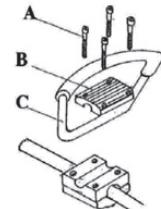

Рис. 1
1. Вставьте четыре винта (A - рис.1) в отверстия верхней части крепления.
2. Расположите верхнее и нижнее крепления, а также D-образную рукоятку (C - рис.1) на штанге вала. Удерживая гайки в посадочных отверстиях верхней части крепления (B - рис.1), прикрепите D-образную рукоятку к штанге вала.